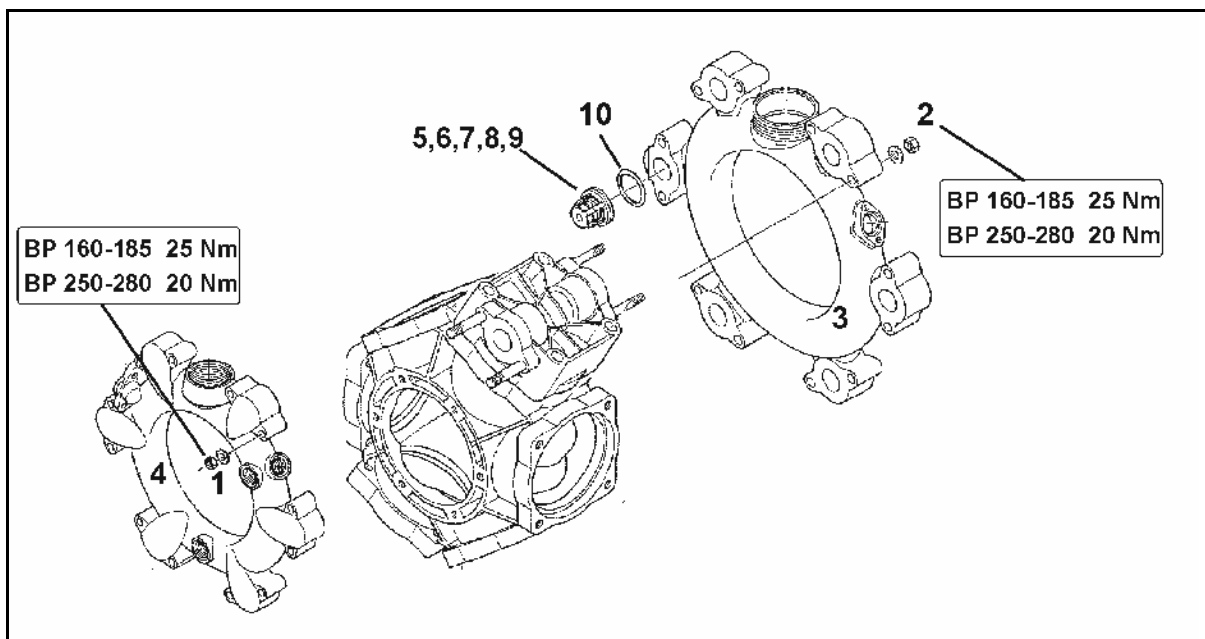

Fig. 141
- Legg merke til hvordan ventilene på suge- og trykksiden er montert før du demonterer ventilgruppene (5).
- Når delene monteres igjen, må du påse at ventilstyringen (Fig. 141/9) ikke skades. Skader kan føre til at ventilene blokkeres.
- Mutterne (Fig. 141/1,2) må alltid skrues fast over kryss med det oppførte dreiemomentet. Er ikke boltene strammet korrekt, gjør det at pumpen blir utett.